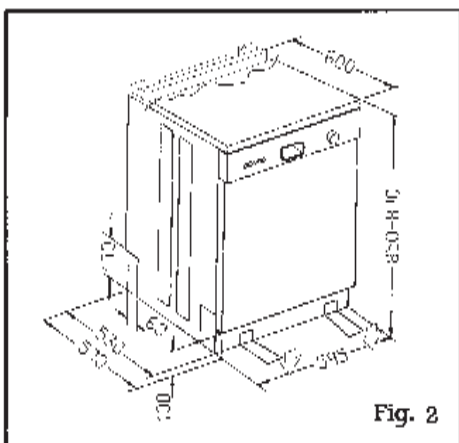
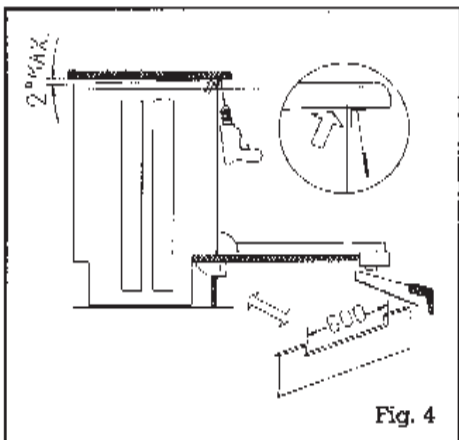

Fig. 2
Fig. 4
Si se desea colocar bajo la encimera de la cocina deberá desmontar la mesa superior soltando los dos tornillos de la Fig. 4 y además, retirar el contrapeso situado en la parte superior de la máquina. (Fig. 2).
- 3°.-Encajar el zócalo del mueble de cocina, serrando hasta obtener la medida deseada (según Fig. 4).
Recuerde que si su lavavajillas es integrable retire las escuadras situadas en la parte inferior del lavavajillas (Fig. 2).
6°.-Encajar el zócalo del mueble de cocina, serrando hasta obtener la medida deseada (Fig. 4).